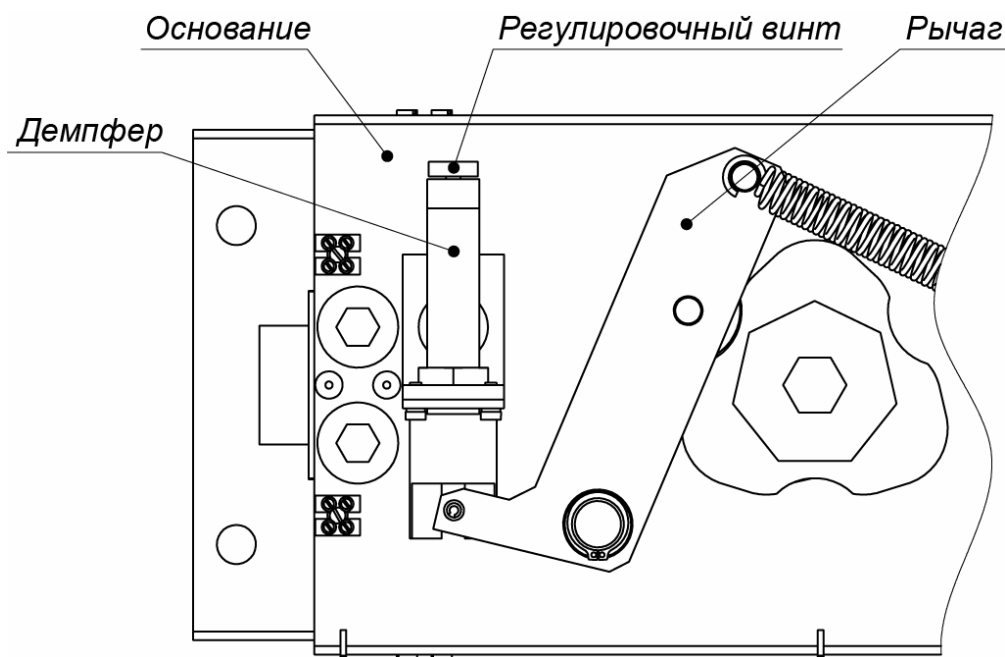

Рисунок 20. Демпфер турникета PERCo-RTD-15.2
1. Снимите крышку (9) с балки привода (8) (см. разд. 6).
2. Отверните шестигранным ключом SW1,5 из комплекта поставки стопорный винт, расположенный на торце регулировочного винта демпфера (см. рис. 20).